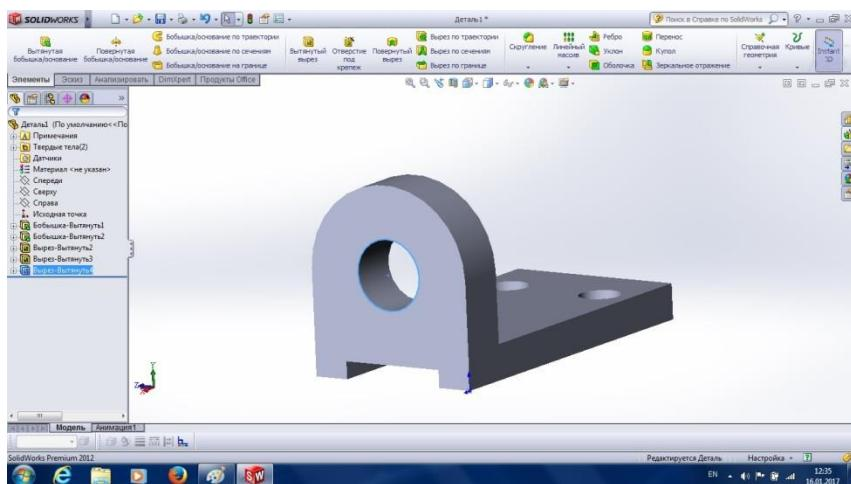

Рис. 3.18
19. Командою **Витягнутий виріз**, **Наскрізь** будуємо модель потрібного отвору у вертикальному елементі (рис 3.17). Натиснувши команду **Ок**, отримаємо готову, на цьому етапі, модель деталі (рис. 3.18).